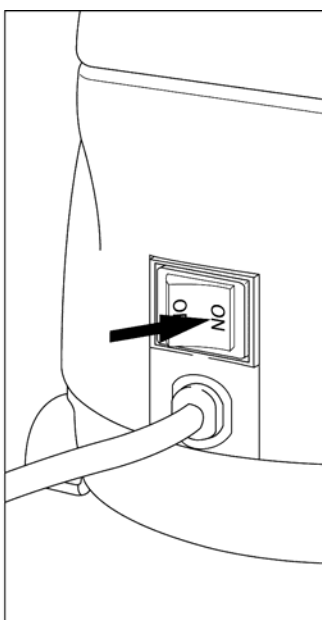

FIGURA 13
3. Ponga el Interruptor Iluminado de Encender y Apagar en la posición de “Encendido” (FIGURA 13).